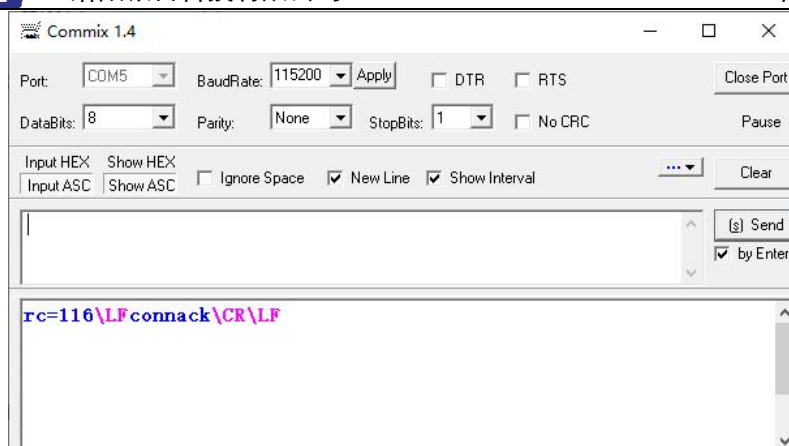

图 14-40 连接成功打印信息
(2) 设备连接云端服务器成功后串口自动打印成功信息, 如图 14-40 所示。